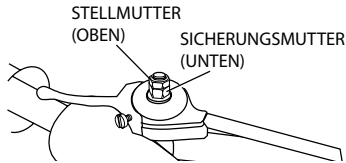

Abbildung 7. Einstellung des Gashebelkabelempfängers
7. Es kann möglich sein, dass eine Einstellung der Spannung des Gashebelkabels erforderlich wird. Falls dies erforderlich ist, lockern Sie die **Stellmutter** (obere Mutter) auf dem Gashebelkabelempfänger (Abbildung 7) und lockern Sie die **Sicherungsmutter** (untere Mutter) oder ziehen Sie diese fest. Ziehen Sie die **Stellmutter** erneut fest.